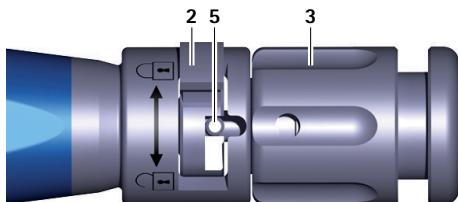

Rys. 2 Mocowanie implantu próbnego do instrumentu do wprowadzania
- ▶ Podłączyć implant próbny D do dwuścianu 7 instrumentu do wprowadzania A, patrz Rys. 2. Należy przy tym zwrócić uwagę na wyrównanie próbnego implantu (napis na instrumentie do wprowadzania).